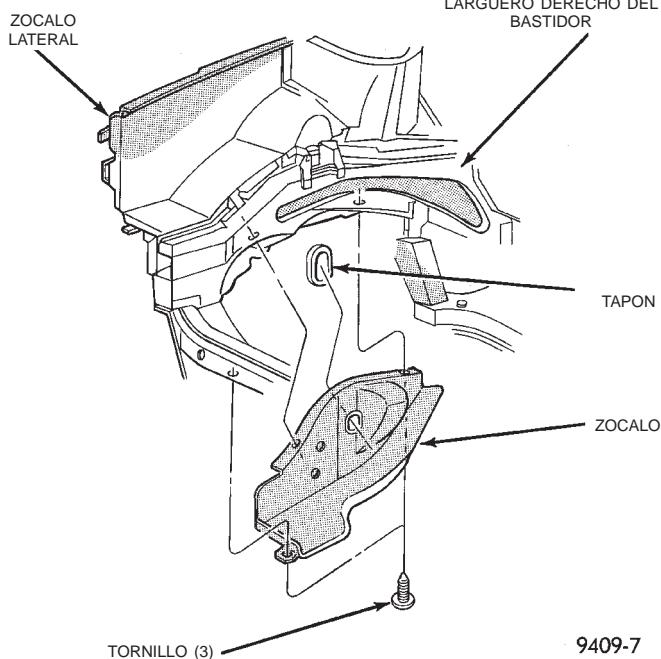

Fig. 55 Zócalo interno derecho
(1) Retire las correas de transmisión de accesorios. Para informarse sobre el procedimiento descrito en esa sección, consulte el Grupo 7, Sistema de refrigeración.
(2) Eleve el vehículo sobre un elevador y retire el zócalo interno derecho (Fig. 55).